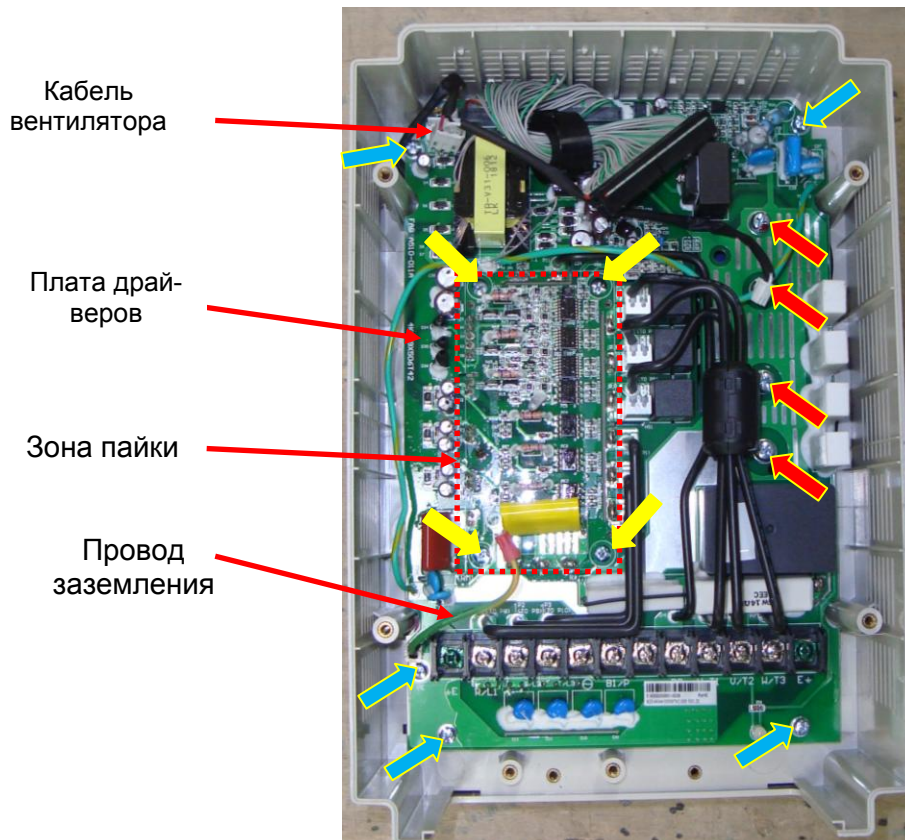

Рис. 7.6
**7.4.1.** Взять плату драйверов и установить ее на радиаторе, совместив отверстия платы с выводами матрицы IGBT и выводами конденсаторов (рис. 7.6).
**7.4.2.** Затянуть четыре винта крепления матрицы IGBT к радиатору (желтые стрелки, рис. 7.6).
**7.4.3.** Паять 35 контактов матрицы IGBT (рис. 7.6).
**7.4.4.** Вкрутить четыре винта подключения электролитических конденсаторов (красные стрелки, рис. 7.6).
**7.4.5.** Вкрутить пять винтов крепления платы драйверов, одним из винтов закрепить провод заземления (синие стрелки, рис. 7.6).
**7.4.6.** Подсоединить кабель вентилятора к разъему CN2 (рис. 7.6).